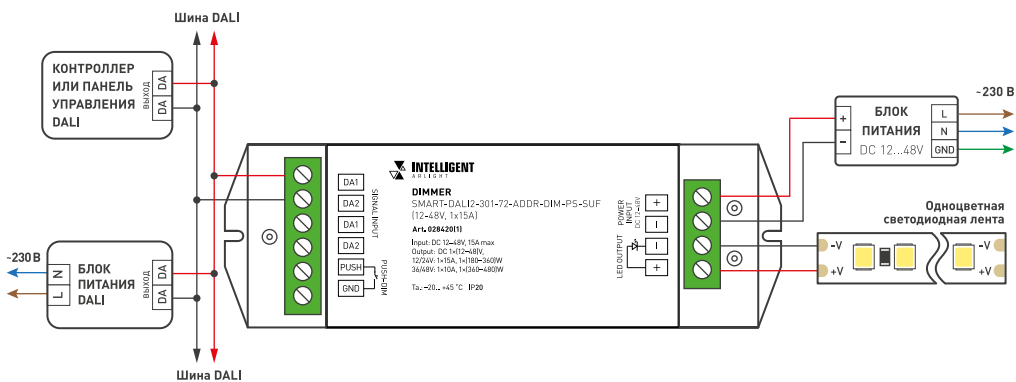

Рис. 1. Пример схемы подключения диммера SMART-DALI2-301-72-ADDR-DIM-PS-SUF с управлением DALI
3.3. Подключите диммер согласно схеме на рис. 1 или 2.